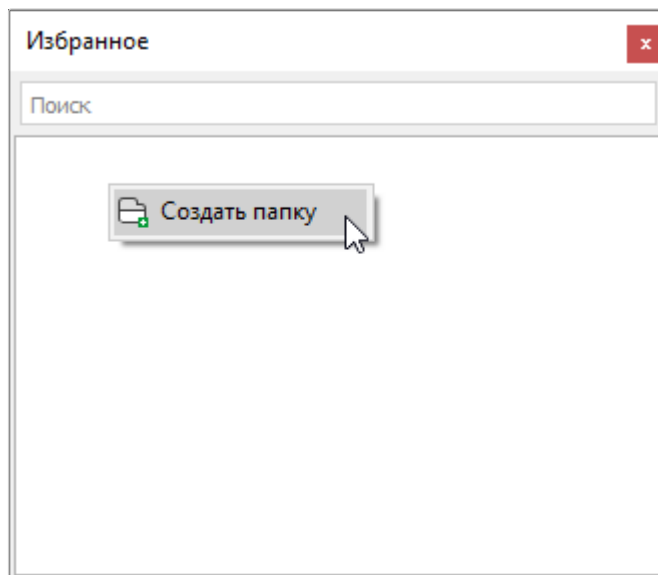

Рисунок 50. Плавающее окно «Избранное»
- 2) Окно «Избранное» позволяет подобрать и произвольно сгруппировать часто используемые компоненты для быстрого доступа (см. рисунок 50).